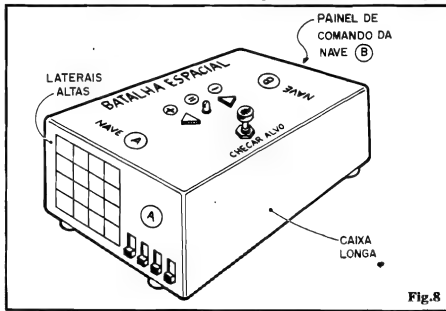
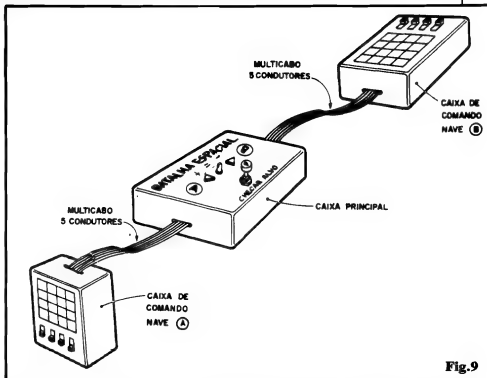

Fig.8
Fig.9
- - Caixa (ou caixas...) para abrigar a montagem (ver sugestões e soluções mostradas nas figs. 8 e 9...).
- - Multicabo (5 condutores), necessário para algumas das opções de lay out final da montagem (ver fig. 9)
- **FIG. 8 - SUGESTÃO SIMPLES PARA ACABAMENTO DO JOGO** - A disposição mais elementar para a BATALHA ESPACIAL é a mostrada na ilustração: numa caixa retangular de convenientes dimensões, as duas laterais menores devem ser destinadas à aplicação dos painéis de jogo (ver fig. 7) e dos conjuntos de interruptores correspondentes aos dois jogadores ("A" e "B"). No painel principal (face superior da caixa) podem ficar tanto o **push-button** de "CHECAR ALVO" quanto o conjunto de três LEDs indicadores da comparação de magnitude. Notem que **tudo** deve ser convenientemente demarcado, com caracteres adesivos ou transferíveis (painéis, interruptores, LEDs indicadores, etc.) de modo a promover claras identificações
FIG. 9 - VERSÃO MAIS SOFISTICADA PARA O ACABAMENTO - Sempre tem os Hobbystas mais "caprichosos", que gostam de dar um "ar" profissional às suas montagens... Para esses, damos a sugestão da fig. 9, com os painéis de jogo destacados e individualizados, interligados à caixa "mãe" através de multicabos de 5 condutores (basta uma "olhada" mais atenta ao "chapeado" da fig. 5 para entender o **porquê** dos 5 condutores...). Nessa configuração, os painéis/interruptores individuais poderão ser acondicionados em caixinhas bem "maneiras" e elegantes, que ficam na mão do jogador... Circuito, pilhas, LEDs e push-button de "CHECAR ALVO", ficam na caixa principal (a disposição básica seria a mesma da fig. 8). Quem quiser "avancar" ainda mais na concepção prática do lay out do jogo, poderá até dotar os multicabos de condutores múltiplos, de modo que, ao guardar o conjunto, as "caixas de comando" da nave "A" e "B" possam ser completamente desligadas da "central", compactando o conjunto... Tais detalhes e sofisticções, contudo, ficam por conta da habilidade, criatividade e gosto de cada Leitor...